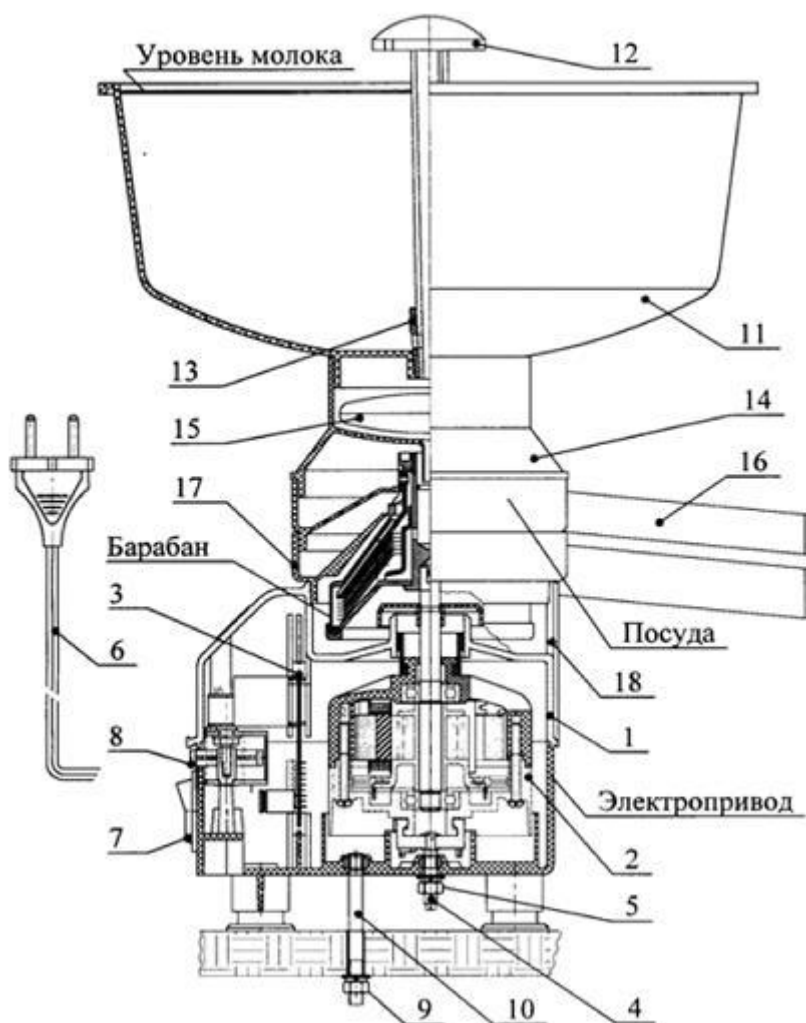
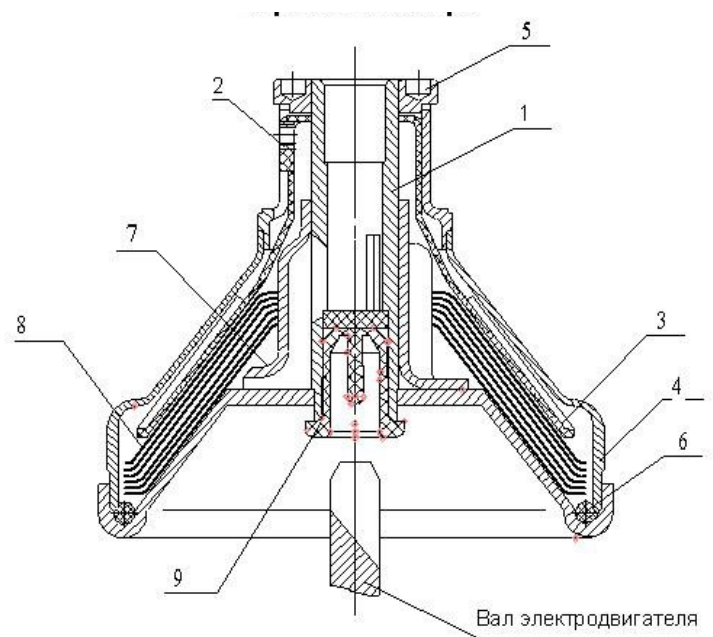
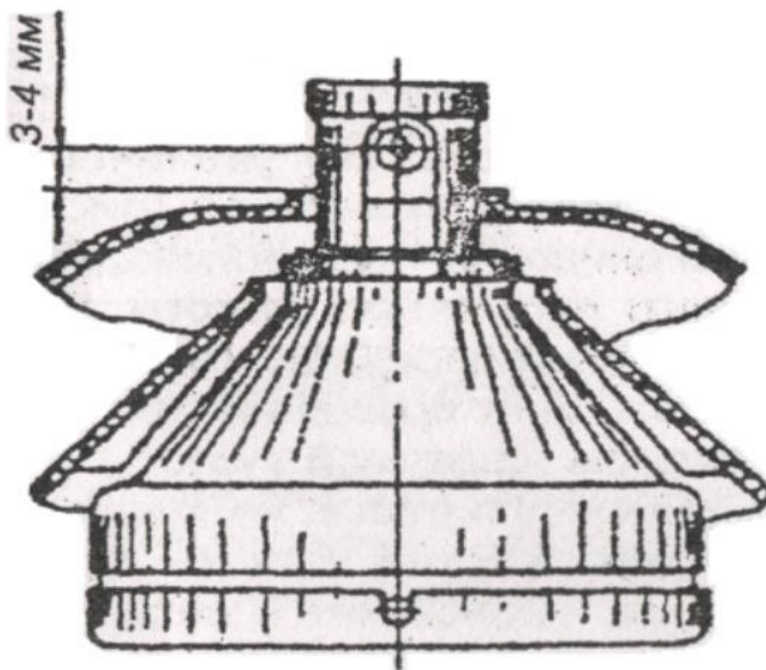

Рисунок 1 – Устройство сепаратора
Рисунок 2 - Барабан в сборе
Рисунок 3 – Регулировка барабана
4.3 Периодически проверяйте затяжку гайки поз.5, служащей для закрепления винта поз.4, не нарушая установленного положения барабана по высоте (см. рис.1, рис.2, рис.3).
5.2 Электропривод (рис.1) представляет собой пластмассовый корпус 1, из верхней части которого выходит вал электродвигателя.
Посуда (рис.1) состоит из приёмника молока 11, крана 12, камеры поплавковой 14 с поплавком 15, приемника сливок 16, приемника обезжиренного молока (обрата) 17.
5.4 Барабан (см. рис.2) – основной узел сепаратора. Барабан сепаратора состоит из основания 1, кольца уплотнительного 6, тарелкодержателя 7, пакета тарелок 8 (9 или 11 шт), тарелки разделительной 3 с регулировочным винтом 2, крышки барабана 4 и гайки 5.
6.3 Сборку барабана (рис.2) проводить в следующем порядке:
6.5 Установить корпус привода сепаратора на рабочем месте (рис.1), закрепить шпильку 10 на столе, расположенном строго горизонтально. При нормальном положении электросепаратора молоко, налитое в приемник молока, должно быть на одинаковом расстоянии от верхнего края. В зоне установки сепаратора поверхность стола должна быть ровной.
Отрегулировать положение барабана по высоте (см. рис.3). Затем установить камеру поплавковую 14 с поплавком 15, молокоприемник 11 с краном 12. Ручку крана установить в положение «закрыто» на приемнике молока. Детали 11, 14, 16, 17 собрать без перекосов.
7.6 Регулировку жирности сливок производить вращением винта регулировочного 2 (рис.2). При ввертывании винта жирность сливок увеличивается, при вывертывании – уменьшается. При эксплуатации сепаратора, дополнительно к регулировке жирности вворачиванием (выворачиванием) регулировочного винта, более жирные сливки можно получить при установке барабана по высоте на 3 мм, менее жирные при установке
барабана на 4 мм (рис.3). При пониженной жирности молока для увеличения жирности сливок рекомендуется уменьшить подачу молока краном 12 (рис.1).